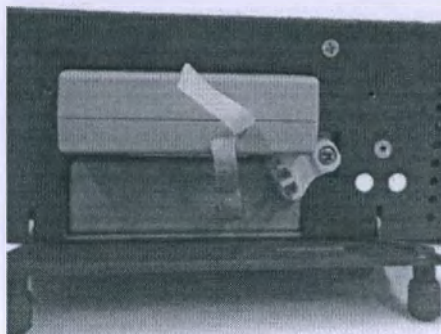

Рис. 6.3.5 Извлечение литий-ионных батарей
3. Переместите держатель батарей (см. рис. 6.3.5) вверх или вниз и извлеките две литий-ионные батареи соответствующим образом.